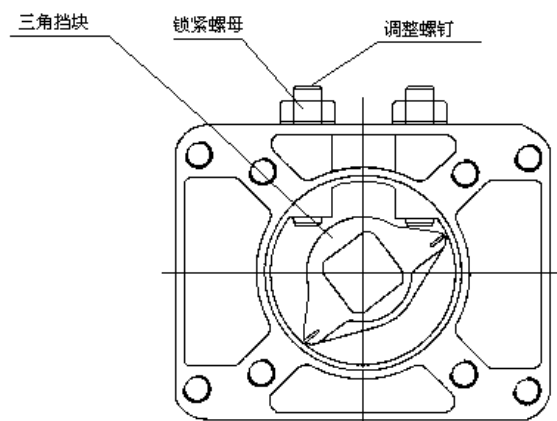

图 9
4、机械挡块调整（图 9）
- ① 用手柄驱动阀门至全开位置，并使全开位